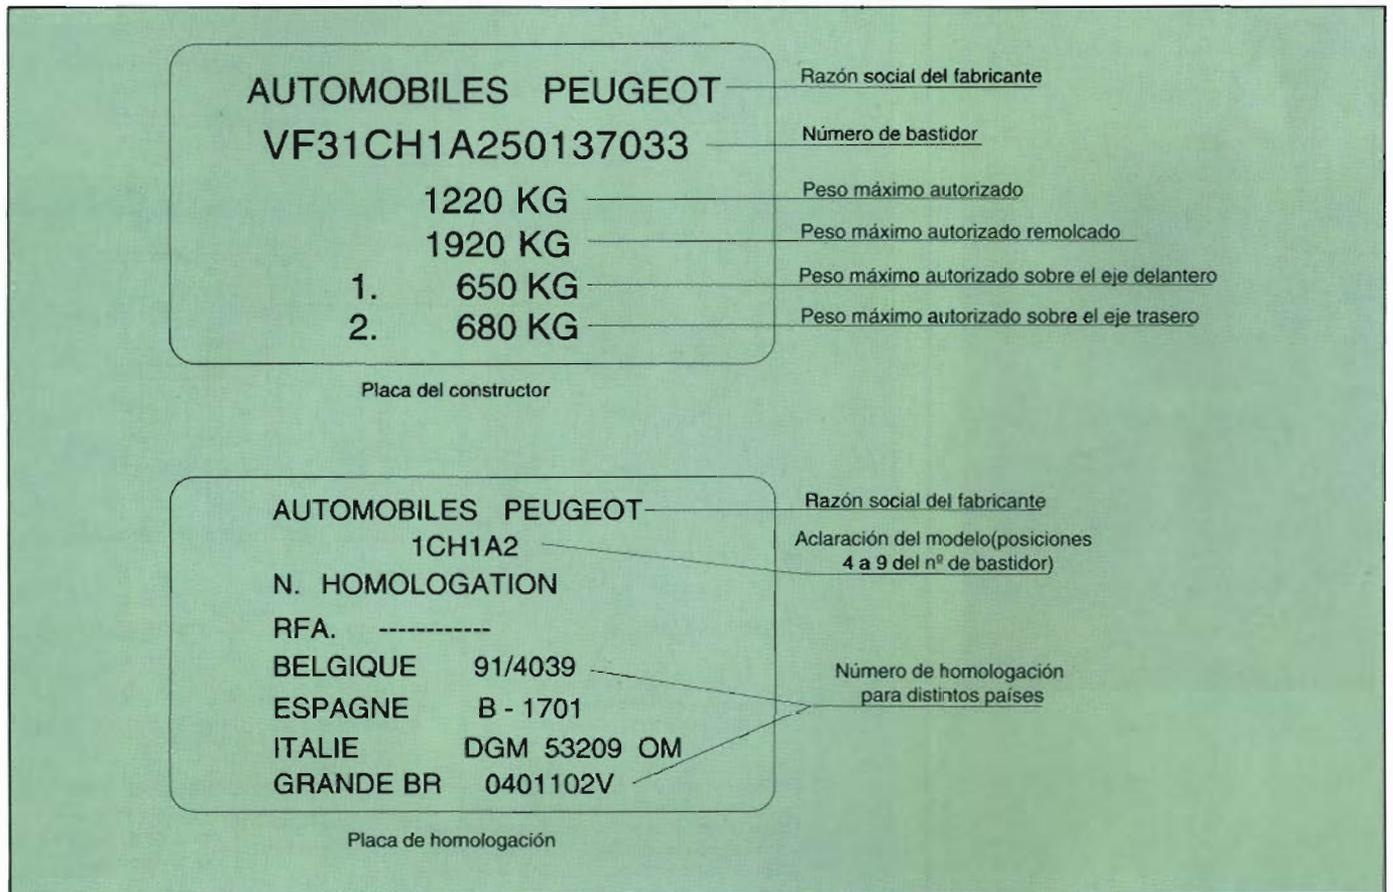

Figura 2. Placa del constructor.
- La **placa del constructor** y la placa de homologación están fijadas en el frente delantero, conteniendo los datos que aparecen en la figura 2: